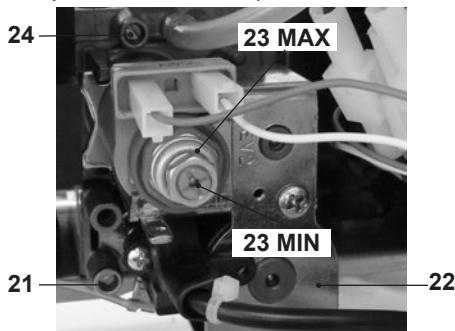

Fig. 7.10
- Confrontare il valore di pressione misurato con quello indicato nelle tabelle "Pressione gas massima al bruciatore" Fig. 7.11 e Fig. 7.12. Per tarare la pressione al bruciatore agire sul dado esagonale grande in ottone dell'operatore modulante 23 MAX in Fig. 7.10 (ruotando in senso orario la pressione aumenta).
ciatore agire sulla vite in plastica (23 MIN. in Fig. 7.10) tenendo fermo il dado esagonale in ottone grande (23 MAX. in Fig. 7.10) dell'operatore modulante (ruotando in senso orario la pressione aumenta).
- **Chiudere molto bene la presa di pressione 24 in Fig. 7.10.**
- Aprire la presa di pressione in Fig. 7.10 e collegare un manometro.